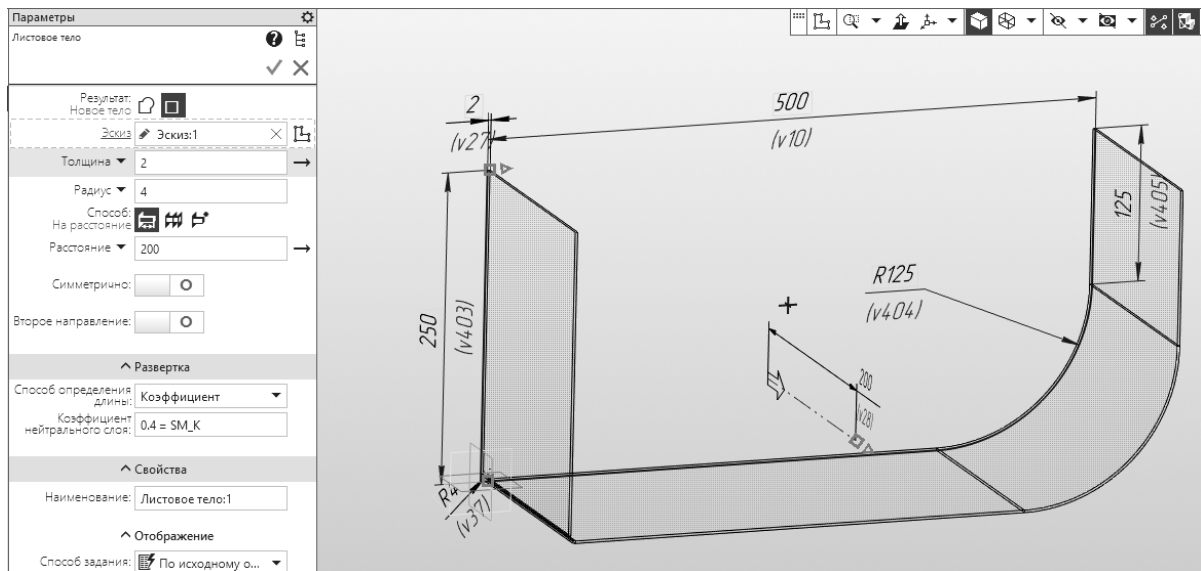

Рис. 9.3. Моделирование детали из листового сортамента
2. На панели **Элементы тела** выберите **Листовое тело**, на вкладке **Параметры** укажите: толщина – **2 мм**; радиус – **4 мм**; расстояние – **200 мм** (рис. 9.3). Нажмите кнопку «Создать объект» .